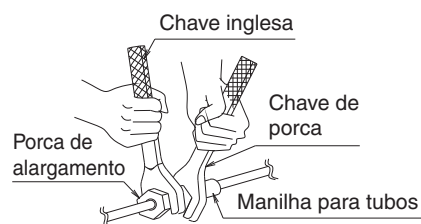

Fig. 6
- Certifique-se de que utiliza uma chave-inglesa e uma chave de porcas em conjunto, conforme ilustrado no desenho, ao ligar e desligar tubos da unidade. (Consulte a Fig. 6)